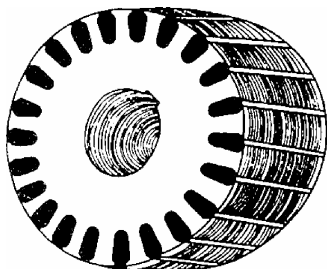

图 8-9 由硅钢片叠成的转子铁芯
① 转子铁芯。转子铁芯是由很多外圆开有小槽的硅钢片叠在一起构成的,如图 8-9 所示,小槽用来放置转子绕组。